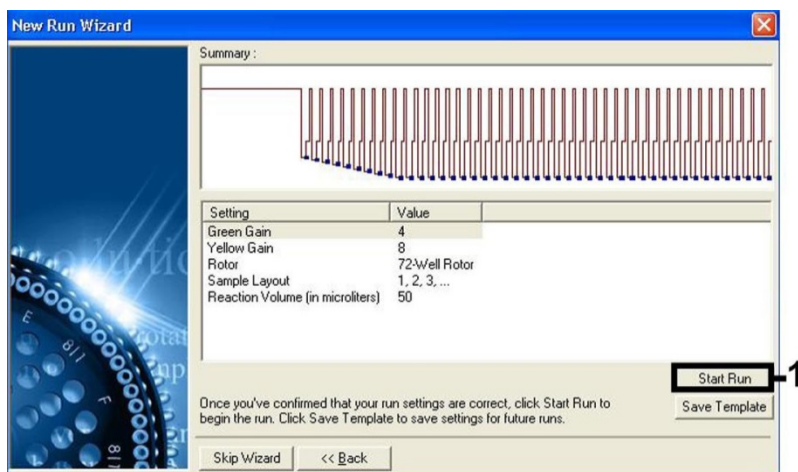

図 7.実行を開始します。
8. チャネル較正（または手動での割当）により決定したゲイン値は自動的に保存され、プログラミング手順の最後のメニューウィンドウに掲載されます（図7）。[Start Run（実行開始）.] をクリックします。